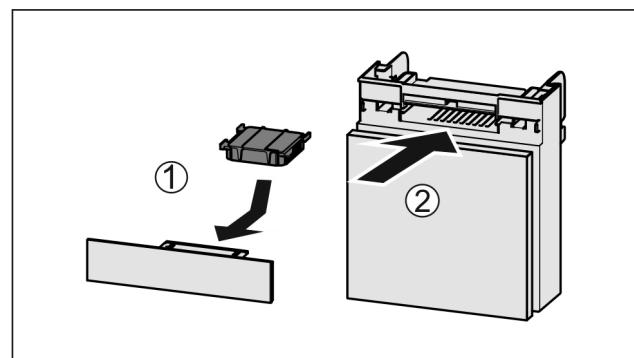

Fig. 112
- Вставити фільтр з активованого вугілля за малюнком Fig. 112 (1).
► Вставити відділення Fig. 112 (2).